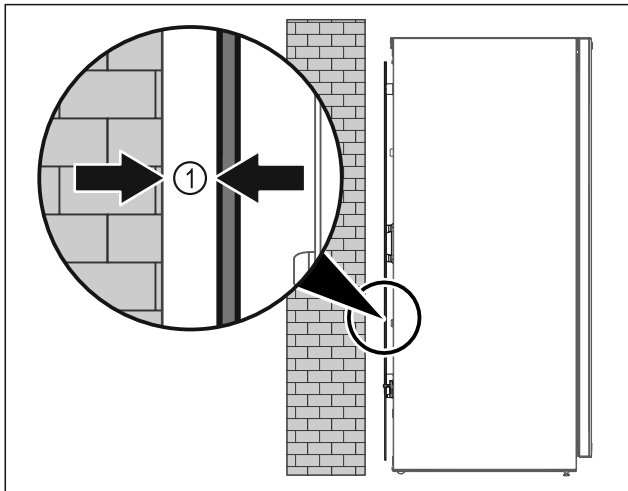

Fig. 7
- ▶ Gerät entweder frei im Raum oder direkt an einer Wand mit einem Mindestabstand von 5 mm Fig. 7 (1) aufstellen.